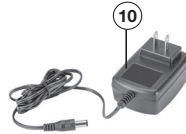

FIG 1
- Para encender la llave de impacto, presione el interruptor de gatillo (2-FIG 1).
Encima del interruptor de gatillo se encuentra el selector de avance/retroceso (3-FIG 1), que controla la dirección de rotación de la llave de impacto.
Su herramienta cuenta con una luz de trabajo LED incorporada (5-FIG 1) para iluminar el área de trabajo. Cuando encienda la herramienta, la luz de trabajo se encenderá automáticamente.
Para aflojar o apretar fijaciones, mueva el selector de avance/retroceso (3-FIG 1) a la dirección correcta.
- Utilice el selector de modo (4-FIG 1) para seleccionar entre el modo de retroceso estándar o el modo de retroceso con paro automático (consulte la sección Selector de modo en las operaciones).
- Tire del interruptor de gatillo (2-FIG 1) en ráfagas cortas, asegurándose de que la llave gire en sentido antihorario.
- Utilice el selector de modo (4-FIG 1) para seleccionar el rango de velocidad y par de torsión apropiado según el tamaño de la fijación. (Consulte la tabla a continuación.)
- Tire del interruptor de gatillo (2-FIG 1) en ráfagas cortas, asegurándose de que la llave gire en sentido horario.